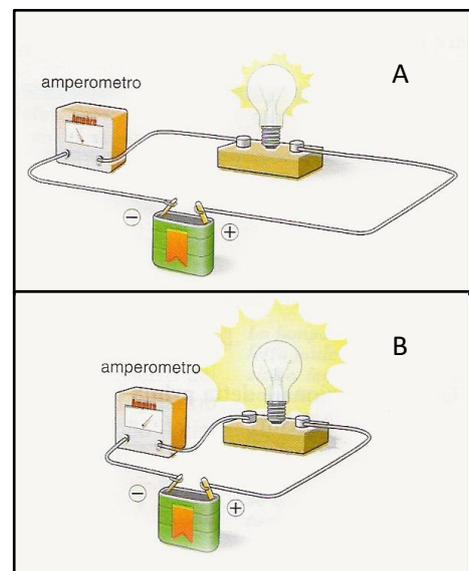

Figura 13
- si può fare in modo che la lunghezza del filo sia minore: più corto è il filo, più corrente passa (figura 13 A e B);